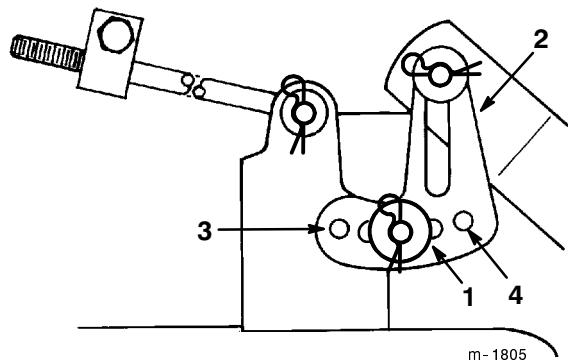

Figure 45
5. Retirer d'une des pattes de mise à niveau la goupille épingle et la rondelle (Fig. 45). Pour corriger l'horizontalité transversale, fixer le support du plateau dans un autre trou du support de mise à niveau, à l'aide de la rondelle et de la goupille épingle (Fig. 45). Utiliser un trou plus en avant pour réduire la hauteur de ce côté, ou un trou plus en arrière pour l'augmenter. Répéter ces opérations de l'autre côté du plateau de coupe.